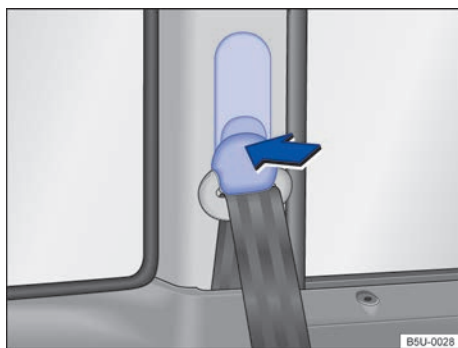

Fig. 51 Junto a los asientos delanteros: regulador de la altura del cinturón de seguridad.
- Presione el dispositivo regulador en el sentido de la flecha y manténgalo presionado → fig. 51.